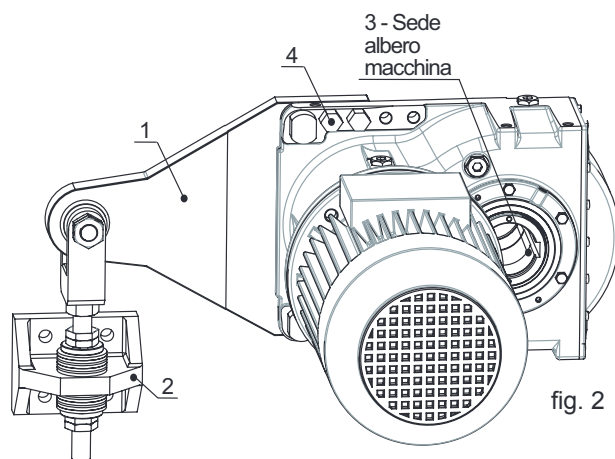

fig. 2
Ancorare il braccio di reazione alla struttura della macchina (pos. 2) e serrare con viti di fissaggio (classe minima raccomandata 8.8) applicando una coppia di serraggio come da tabella "coppie di serraggio" paragrafo 9.1 (vedi fig. 2).